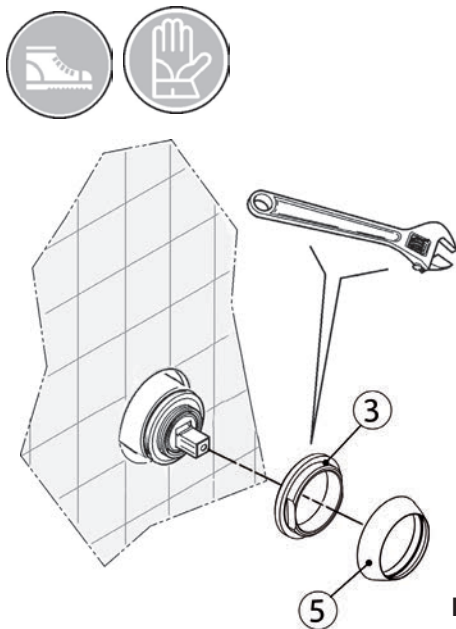
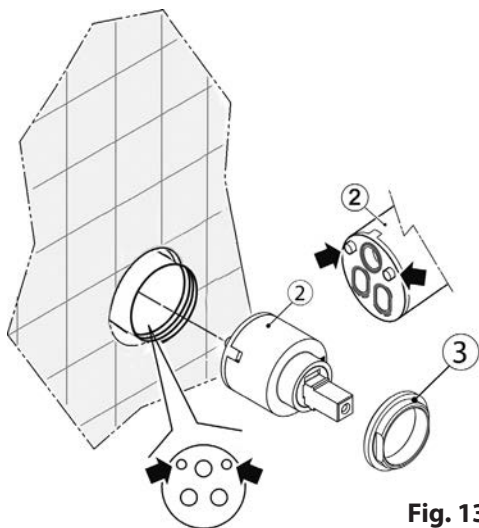
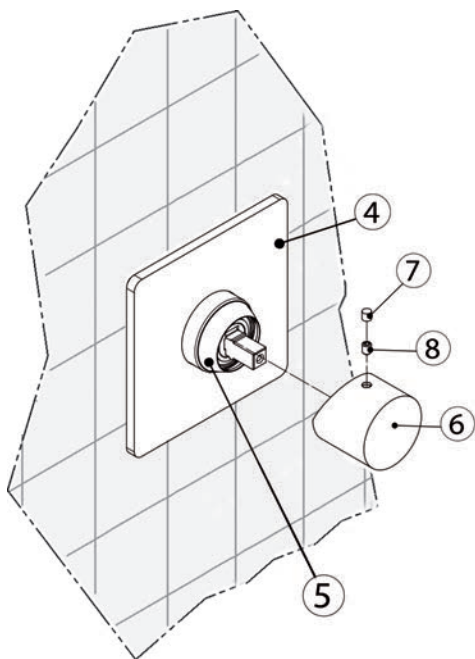

Fig. 12
Fig. 13
Fig. 15
- Togliere anche il rosone di copertura (4) per evitare inutili graffi durante il lavoro; svitare il coprighiera (5) e la ghiera (3). (Fig.12)
- È consigliabile proteggere il contatto tra la chiave operatrice con la ghiera (4) e il coprighiera (5).
- Sfilare la cartuccia miscelatore (2) e togliere eventuali residui o incrostazioni formati nel proprio alloggiamento; (Fig.13)
- Inserire la nuova cartuccia miscelatore (2) prestando molta attenzione ai pioli sporgenti dalla sua base, essi devono entrare nelle proprie sedi. Avvitare la ghiera (3) e serrare.
- Montare il rosone di copertura (4); (Fig.15)
- Avvitare la coprighiera (5) e montare la maniglia di erogazione/miscelazione (6),
- Bloccare con il grano (8) e chiudere con il tappo (7). (Fig.15)
- Remove the wall trim (4) to avoid scratching when at work; unscrew the lock nut cover (5) and the lock nut (3). (Fig.12)
- It is advised that the contact between the wrench, the lock nut (3) and lock nut cover (5) be protected when fastening and locking into place.
- Remove the mixer cartridge (2) and remove any residue or deposits that have formed in the seat.
- Insert the new cartridge mixer (2). Be sure that the studs at its base are lodged into their seats.
- Screw in the lock nut (3) and lock into place.
- Mount wall trim (4) (Fig 15);
- Screw in the nut lock nut cover (5) and mount the supply/mixer lever (7).
- Fasten with the grub screw (8) and seal with the cap (7) (Fig. 15).